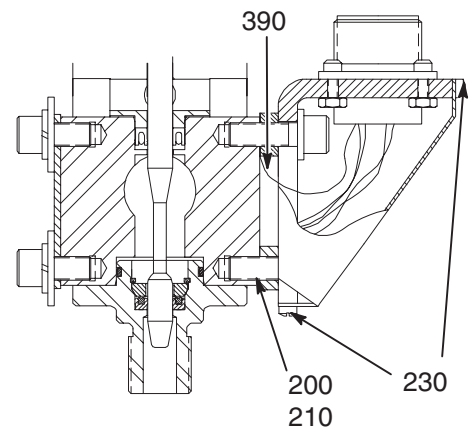

Abb. 12
5. Schließen Sie den Kabelstecker wieder am automatischen Extrusionsventil an. Siehe Abb. 12.
- b. Befestigen und sichern Sie die Ringklemme (390) wieder an der Sechskantschraube (200).
- c. Schließen Sie die Steckdose am Extrusionsventilgehäuse an. Befestigen Sie sie danach mit den zwei Sechskantschrauben (200) und (210).
- d. Befestigen Sie die Abdeckung der Steckdose wieder. Sichern Sie sie danach mit den zwei Schrauben (230).